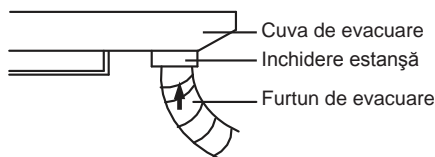

Fig.24
- (1). Pentru stabilirea poziției furtunului de evacuare, urmați procedurile de mai jos.
- (2). Introduceți furtunul de evacuare în gura de ieșire a unității și apoi strângeți bine colierul cu bandă. (Fig.24)
- (3). Conectați conducta de evacuare prelungită la conducta de evacuare și apoi strângeți colierul cu bandă.